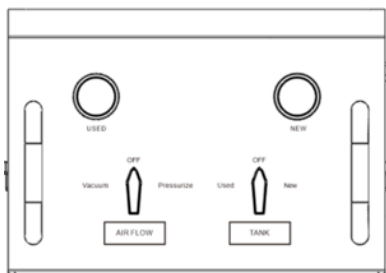
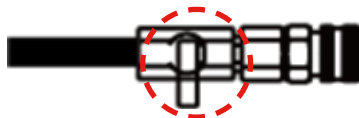

Fig 1.
Fig 2.
1. pozycja początkowa (rys. 1, rys. 2, wszystkie zawory zamknięte)
4. Przekręcić oba zawory na panelu do pozycji „WYŁ.” (rys. 1) i pozostawić otwarty zawór na węży zużytego płynu (rys. 7), aby utrzymać podciśnienie w układzie chłodzącym pojazdu. Monitorować manometr na zbiorniku zużytego płynu, aby przeprowadzić analizę szczelności układu chłodzenia.